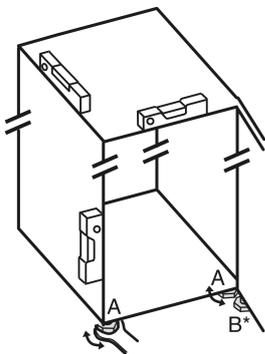

Fig. 8
- ▶ Развивайте регулируемите крачета Fig. 8 (A) с приложението гаечен ключ и с помощта на нивелир, докато уредът се изравни стабилно и хоризонтално.
- ▶ Развийте регулируемото краче Fig. 8 (B) на лагерната стойка с приложението гаечен ключ, докато то опре върху пода.
- ▶ Завъртете регулируемото краче Fig. 8 (B) с още 90°.